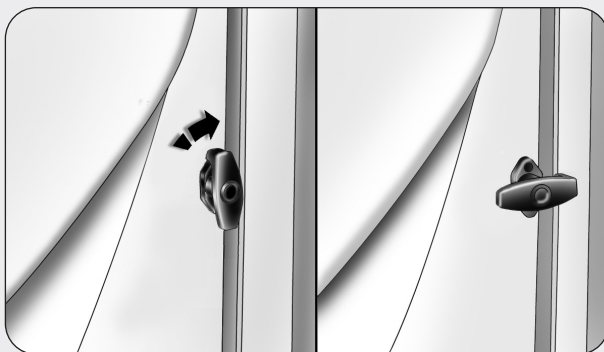

fig. 5
**Blocco di sicurezza porta di ingresso fig. 5**